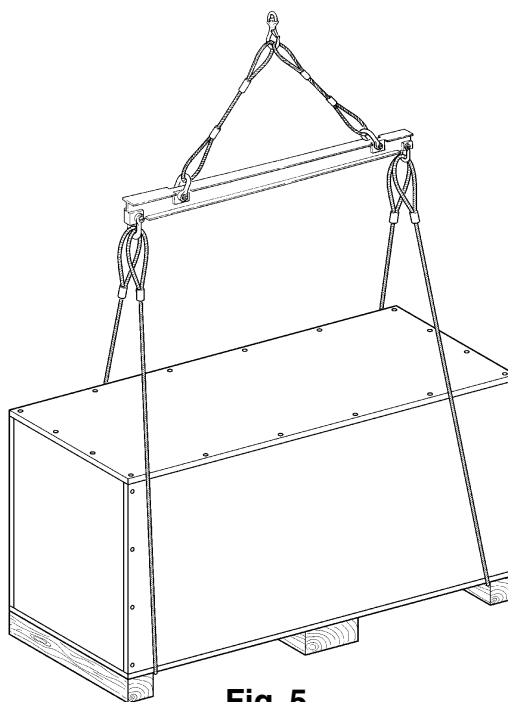

Fig. 5
- Le operazioni di sollevamento debbono essere eseguite come da fig. 5.
- Sollevare con cautela adoperando adeguati mezzi di sostegno del carico in perfetta efficienza, utilizzando gli appositi punti di aggancio come indicato in fig. 5.
- Lifting must be carried out as shown in fig. 5.
- lift with care, using suitable means for supporting the load, operating properly and use the specific hooking points as shown in fig. 5.
- Beim Hebearbeiten wie in Abb. 5 dargestellt ausüben.
- Vorsichtig anheben, die Last ordnungsgemäß mit geeigneten und funktionstüchtigen Hilfsmitteln stützen. Dabei die in Abb. 5 angegebenen Verankerungstellen berücksichtigen.
- Les opérations de levage doivent être réalisées comme indiqué à la Fig. 5.
- Soulever avec attention: utiliser des moyens de support de la charge parfaitement efficaces et se servir des points d'attelage comme indiqué à la fig. 5.
- Las operaciones de elevación tienen que realizarse como indica la fig. 5.
- Elevar con cuidado, utilizando los medios de soporte de la carga adecuados y en perfecto estado y los correspondientes puntos de enganche como se ilustra en la fig. 5.